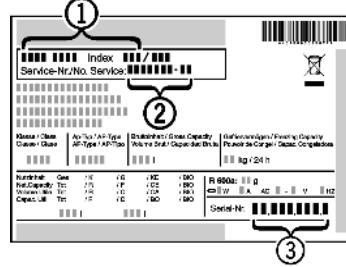

Fig. 17
- ▶ Обратитесь в сервисную службу и сообщите вид неисправности, наименование устройства Fig. 17 (1), сервисный № Fig. 17 (2) и серийный № Fig. 17 (3).